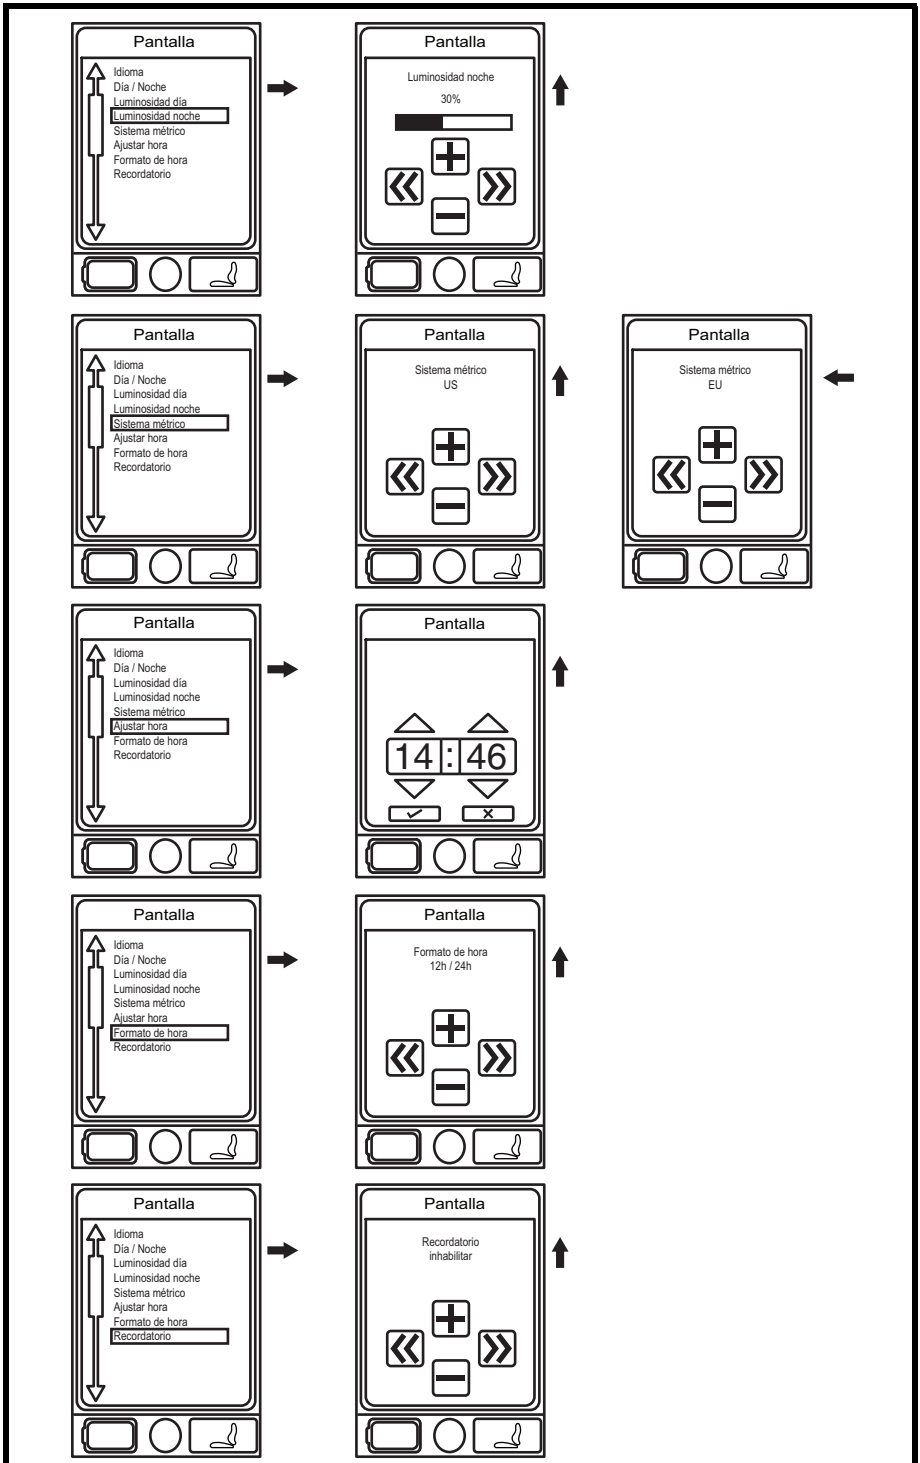

Figure 2B. Pantallas de menú
2. Pulse el botón de menú para acceder a la pantalla del menú principal **fig. 2B**.
3. Resalte la opción Control manual con la palanca de mando y luego empuje la palanca hacia la derecha para seleccionar dicha función. **fig. 2B**.
6. Resalte la opción Máx. con la palanca de mando y luego empuje la palanca hacia la derecha para seleccionar dicha función. **fig. 2B**.
7. Lleve la palanca de mando hacia la izquierda para seleccionar la opción ESC y volver al menú Sonido y pantalla. **fig. 2B**.